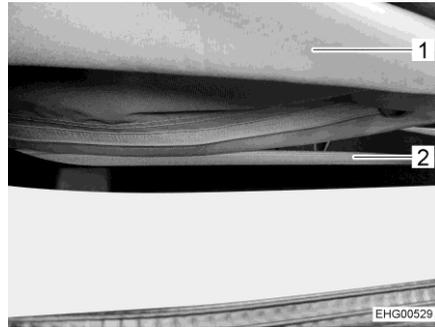

Fig. 54 Cerniera
- Aprire completamente la cerniera (Fig. 54,2) sul lato inferiore del soffietto (Fig. 54,1).